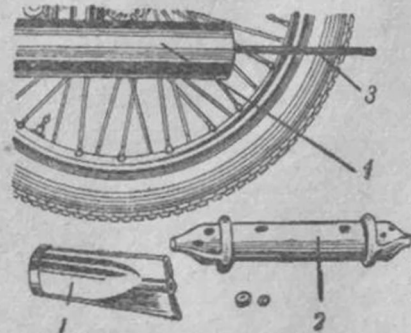

Рис. 6.
**ГЛУШИТЕЛИ** — состоят из корпуса, внутри которого в переднем конце приварена решетка. К центру решетки приварена стяжная шпилька. На нее надевается внутренняя труба, а за ней вплотную — хвостовик, который закрепляется гайкой (см. рис. 6).